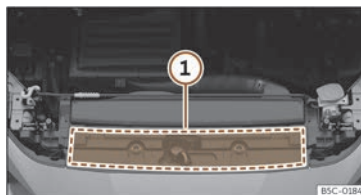

Fig. 198 No van motor: zona de localización da etiqueta de aceite de motor
prescrita está situada na parte frontal do compartimento do motor >>> **fig. 198** (1). Se usa o aceite de motor recomendado, o nivel de carga pode corrixiarse tantas veces como sexa necesario.